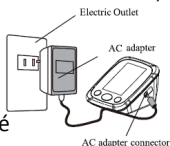

Fig 5
- 2) Branchez la prise dans une prise électrique (Fig 5)
- 5) Presser le bouton «**MEM**» pour changer l'unité (mmHg/kPa) comme montrer dans les Fig. 4 et Fig. 5. Appuyer sur le bouton «**SET**» pour confirmer l'unité choisie.